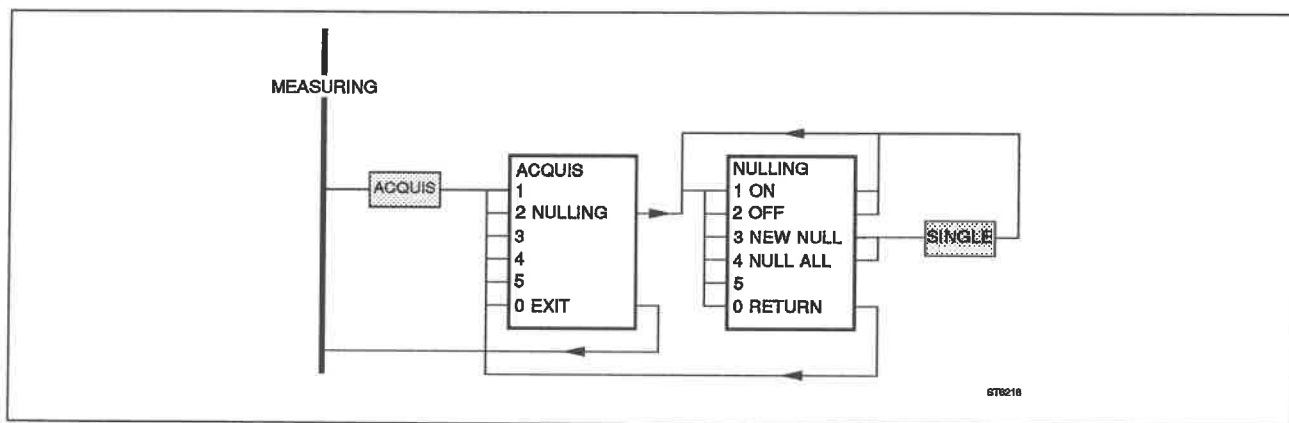

Fig. 4.37 Input offset nulling menu.
- press **ACQUIS** to invoke the ACQUIS menu (Fig. 4.37)